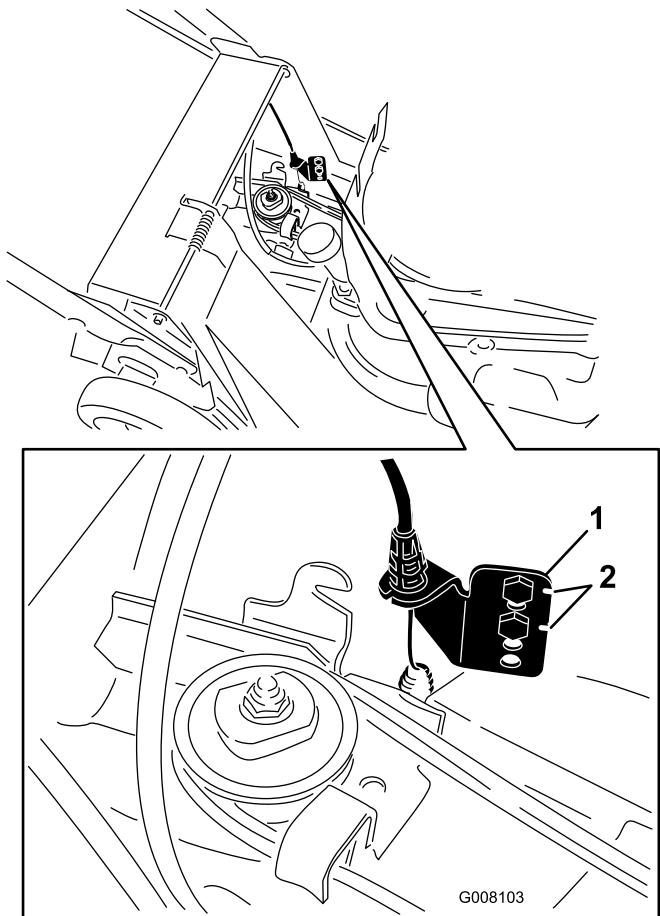

Figure 27
- Enlevez les vis de la patte d'ancrage inférieure (Figure 27).
**Remarque:** Le couvercle de courroie inférieur est retiré sur la Figure 27 pour plus de clarté. Il n'est pas nécessaire de retirer le couvercle de courroie inférieur pour effectuer cette procédure.
8. Remontez la patte d'ancrage inférieure d'un trou (Figure 27).
**Remarque:** Lorsque vous remplacez la courroie, replacez la patte d'ancrage inférieure à sa position d'origine (usine), indiquée par les crans situés près des trous de la patte (Figure 27).